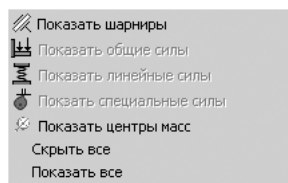

Рис. 2.59. Всплывающее меню после щелчка по кнопке  – **Показать иконки**
- щелкните в панели инструментов **Анимационного** окна по кнопке  – **Показать иконки**. Появится всплывающее меню, изображенное на рис. 2.59;